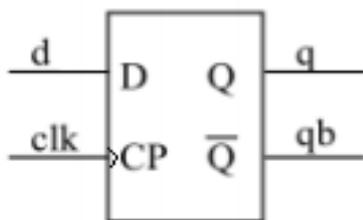

图 5.1 基本 D 触发器的逻辑电路图
1、根据表 5.1 所示 D 触发器的功能表, 设计上升沿触发的如图 5.1 所示的 D 触发器并完成功能仿真验证。